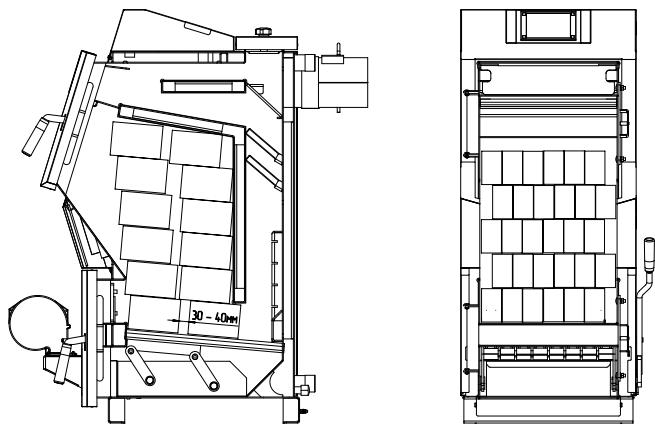
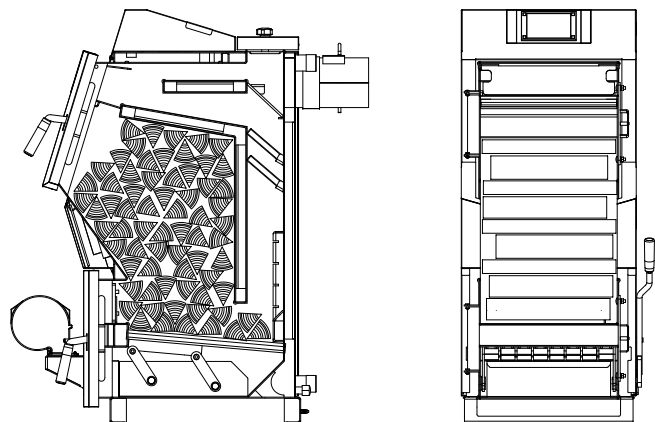
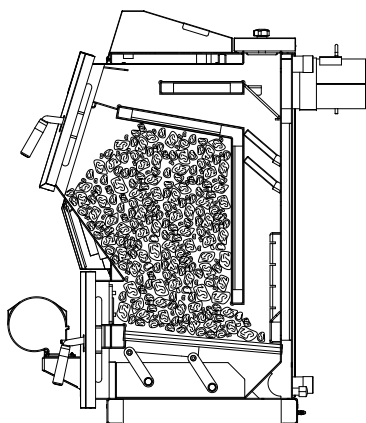

Рис.9 Схема загрузки котла древесными брикетами.
Рис.10 Схема загрузки котла дровами.
Рис.11 Схема загрузки котла углём.
8.5.5. Для полной загрузки котла топливом для длительного горения необходимо: выключить вентилятор нажатием кнопки «СТОП», открыть дверцу загрузочную аккуратно приоткрыв её на 5-10 мм на 10-15 секунд для предотвращения хлопка пиролизных газов и заполнить топку котла топливом, равномерно распределяя его по всему объему в соответствии рис.9, рис.10, рис.11. После загрузки котла убедитесь в отсутствии просыпания топлива на рамку загрузочной двери и отсутствии топлива возле загрузочной двери. После загрузки котла топливом закройте и зафиксируйте дверцу загрузочную (Рис.1 поз.3) и запустите вентилятор кнопкой «ПУСК».
8.5.6. Перед добавлением новой порции топлива убедитесь, что в топке котла заканчивается топливо, узнать о наличии топлива можно во время чистки водоохлаждаемых колосников и зольного ящика через дверцу поддувальную. Для загрузки новой порции топлива в котёл необходимо, выключить вентилятор надува нажатием кнопки «СТОП», произвести чистку колосников шуровочным механизмом, открыть дверцу поддувальную (Рис.1 поз.6), произвести чистку зольного ящика, после чистки установить его на место и закрыть дверцу зольную. Открыть дверцу загрузочную аккуратно приоткрыв её на 5-10 мм на 10-15 секунд для предотвращения хлопка пиролизных газов и заполнить топку котла топливом, равномерно распределяя его по всему объему в соответствии рис.9, рис.10, рис.11. После загрузки котла топливом закройте и зафиксируйте дверцу загрузочную (Рис.1 поз.3) и запустите вентилятор кнопкой «ПУСК».